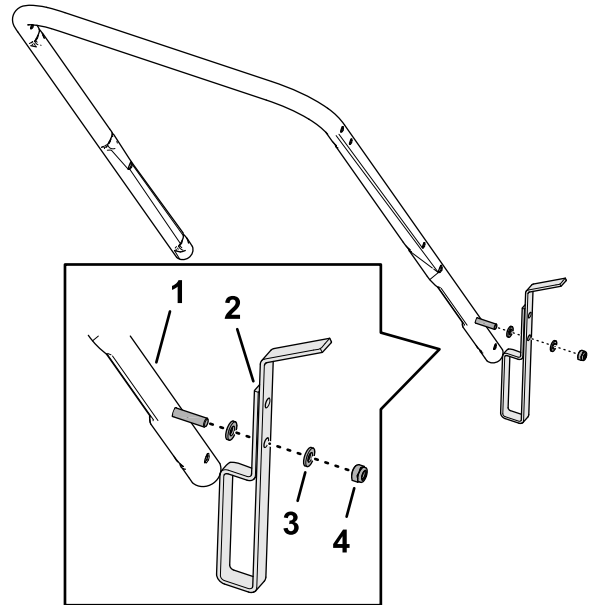

Figura 4
2. Allineate il foro nell'arresto a pedale con il bullone nella stegola inferiore (Figura 4).